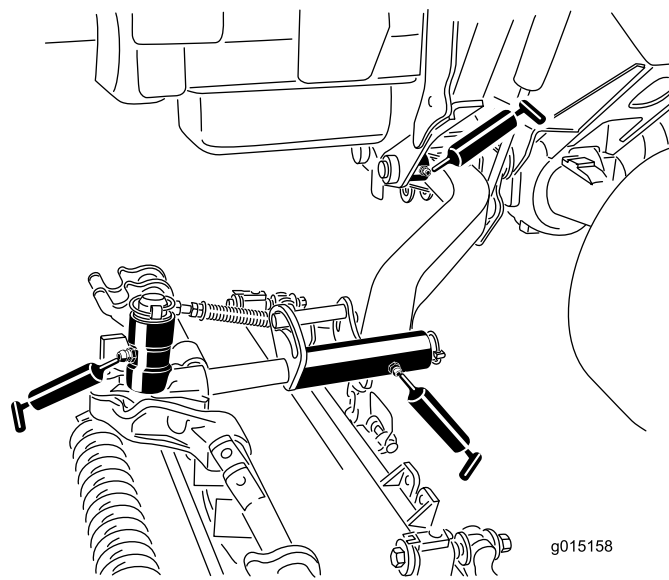

**Bild 83**
- Lenkzylinder-Kugelgelenke (2) (Bild 83)
- Spurstangen-Kugelgelenke (2) (Bild 83)
- Achsschenkelbolzen (2) (Bild 83) **Fetten Sie die obere Armatur am Achsschenkelbolzen nur einmal jährlich (2 Pumpen).**